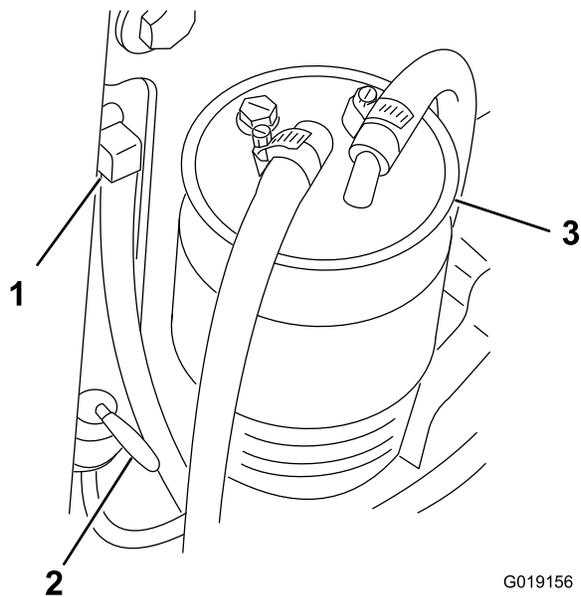

Figura 63
3. Gire la palanca de la válvula de cierre de combustible a la posición de Cerrado (Figura 63).
2. Localice la válvula de cierre de combustible en la esquina inferior derecha del depósito de combustible (Figura 63).
- Gire la palanca de la válvula de combustible a la posición de Abierto (Figura 63).